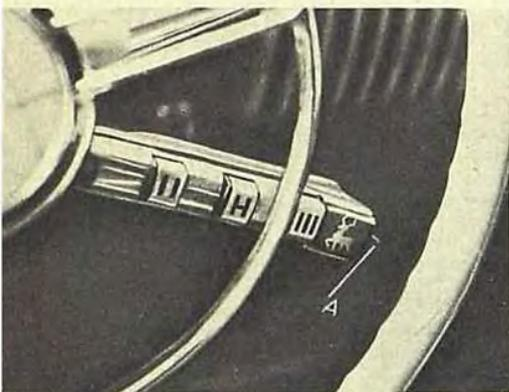

Рис. 1. Кнопочный пульт.
1) включать три передачи: вторую, нейтральную и третью*. Переключение осуществляется при очередном нажатии на педаль сцепления и только в том случае, если окажется нажатой одна из блокирующих кнопок (рис. 1);
б) либо обороты переводятся на режим холостого хода с одновременным выключением прямой передачи и переходом в нейтральное положение. При последующем нажатии на педаль сцепления автоматически увеличивается число оборотов и снова включается прямая передача; а в дальнейшем, после того, как отпущена педаль, устанавливается заданная скорость. Этот режим работы может быть прерван при нажатии на педаль управления дросселем, на педаль тормоза и, при предварительно выключенном вспомогательном тумблере А (рис. 1), на педаль сцепления, а также при выключении питающей цепи ключом зажигания.